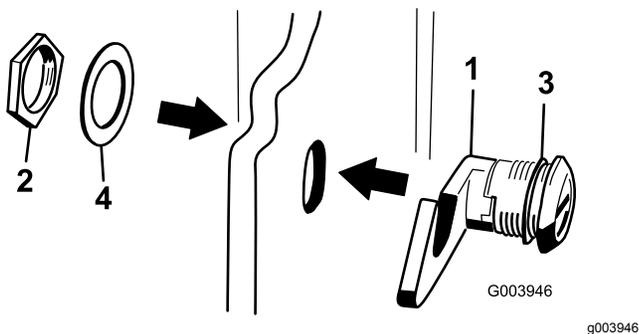

Рисунок 18
3. Выверните гайку с узла защелки капота (Рисунок 18).